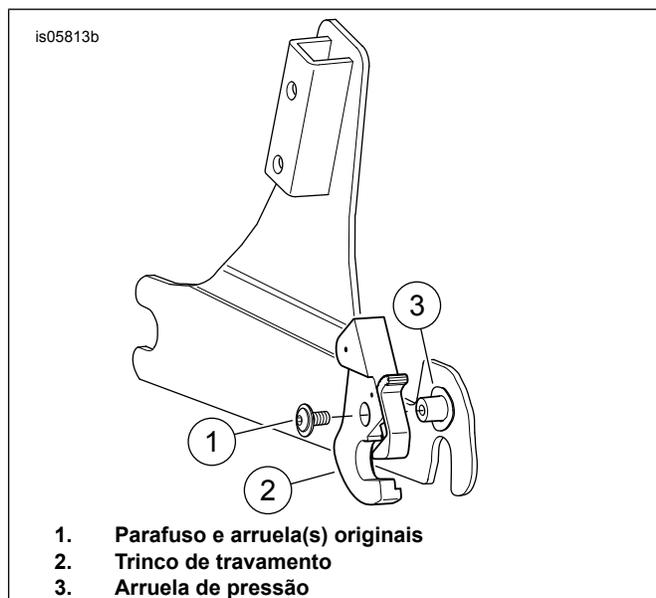

Figura 7. Instalação interna direita (relevo escondido)
| Sportster                          | 1994 a 2003   | Kit da placa lateral   | Ver Figura 7, Instalação interna direita (relevo escondido)  |
|                                    | 1994 e posteriores  | Kit de suporte sem passageiro  | Ver Figura 7, Instalação interna direita (relevo escondido)  |
| Softail                            | 1984 e posteriores  | Kit da placa lateral   | Ver Figura 7, Instalação interna direita (relevo escondido)  |
|                                    | 1984 e posteriores (exceto FXCW/C)  | Kit de suporte sem passageiro  | Ver Figura 7, Instalação interna direita (relevo escondido)  |
|                                    | 2006 e posteriores (exceto FLS/FXS 2011 e posteriores)                                  | Kit de sissy bar de uma peça   | Ver Figura 7, Instalação interna direita (relevo escondido)  |
| Dyna                               | 1996 e posteriores (incluindo FXDWG 1993 e posteriores) (exceto FLD 2012 e posteriores) | Kit da placa lateral   | Ver Figura 7, Instalação interna direita (relevo escondido)  |
|                                    | 2006 e posteriores  | Kit de sissy bar de uma peçaKit de suporte sem passageiro                    | Ver Figura 7, Instalação interna direita (relevo escondido)Ver Figura 7, Instalação interna direita (relevo escondido) |
1. Veja Figura 7 . Remova o trinco sem travamento direito. Deixe a arruela de pressão direita no cubo de montagem direito.